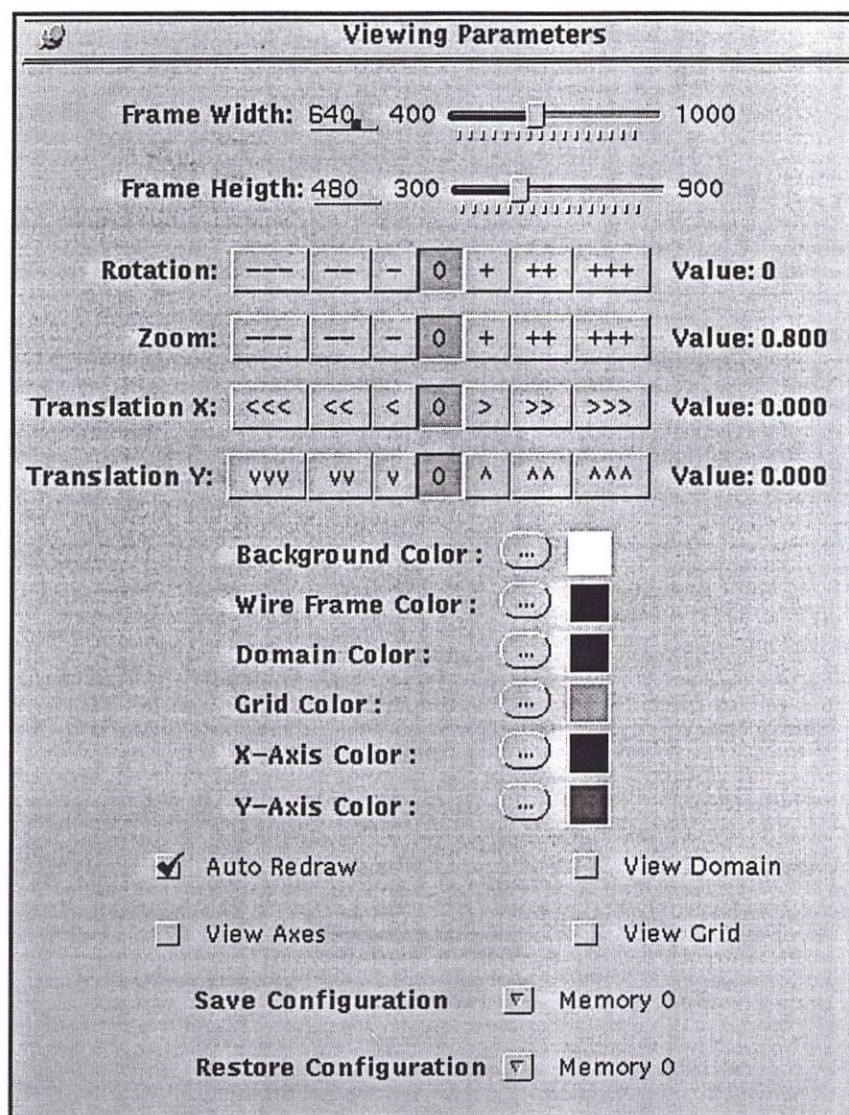

Figura 1.40: Opções do *Viewing Parameters*
- *Viewing Parameters*: por este botão tem-se a possibilidade de mudar vários parâmetros, como mostra a figura 1.40.